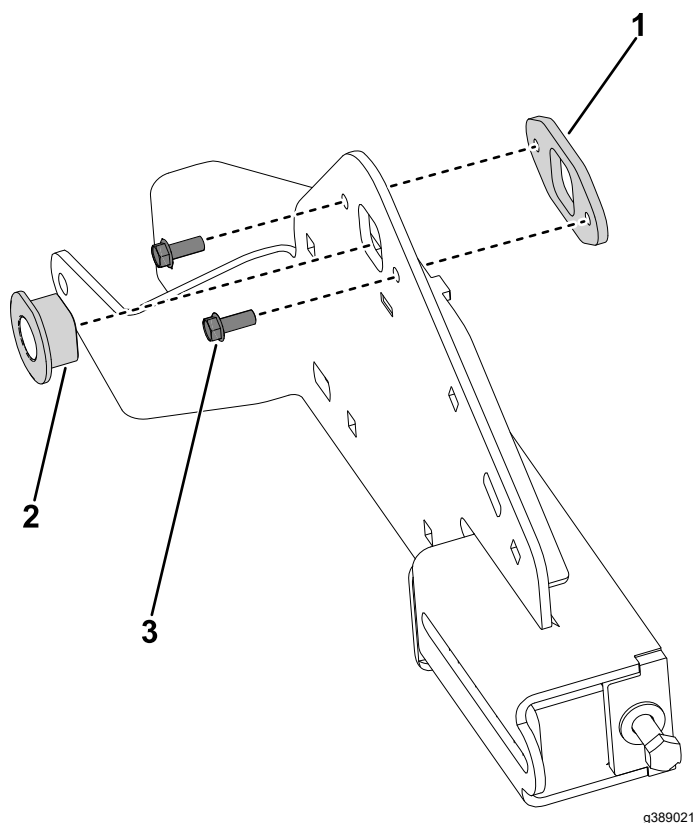

Figura 28
2. Montate la boccia dell'asse nel supporto del cingolo (Figura 28).
3. Montate la boccia dell'asse sul supporto del cingolo, e fissate con le 2 viti ($\frac{1}{4}$ " x $\frac{5}{8}$ ") (Figura 28).